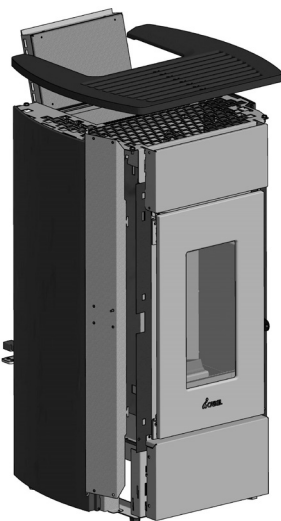

Fig. 29 - Odłączyć wspornik majolik;
- Otworzyć pokrywę pelletu i ściągnąć pokrywę (patrz **Fig. 29**)